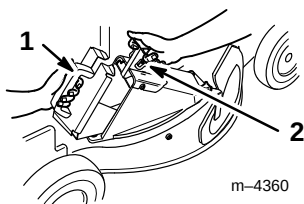

Figure 7
2. Rabattre la poignée vers l'arrière pour ouvrir le volet d'éjection (Fig. 7), et maintenir le volet ouvert pendant l'insertion de l'obturateur.